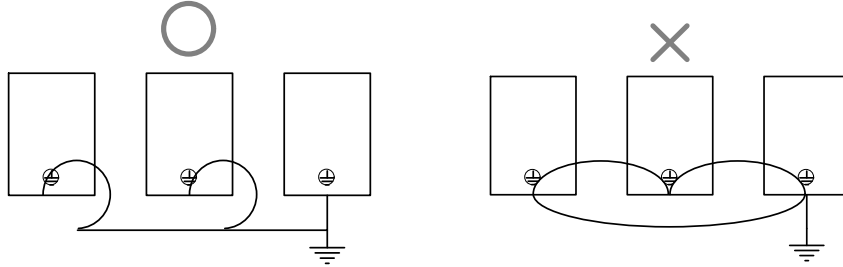

图 4-6 多个变频器接地方法
- 多个变频器接地时，为避免接地线形成回路，建议尽量不要形成环路。多个变频器接地方法见图 4-6。